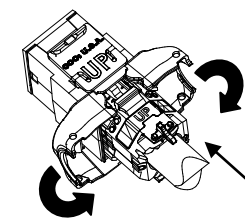

Fig 10
9. Align the prepared wire manager with the rear of the jack (match "UP" on the wiring label to "UP" molded into the jack retaining tab). (See Fig. 10). Close jack doors. **Termination complete.**
9. Insérer le gestionnaire à l'arrière du corps en alignant les mentions « UP » des deux composants (figure 10). Rabattre les deux parties de la bride du connecteur. La procédure est terminée.
9. Alinee el guiador de cable preparado con la parte posterior del jack (alinee "UP" de la etiqueta de cableado con "UP" moldeado en la pestaña del jack de retención) (Ver Fig. 10). Cierre las puertas del jack. La terminación está terminada.